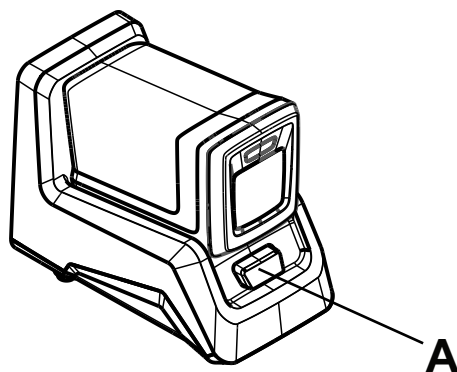

図 11 – バッテリーの充電
2. バッテリー解除ボタン ( A ) を押し、充電済みバッテリーをスライドさせて充電器から取り外します ( 図 11 ) 。